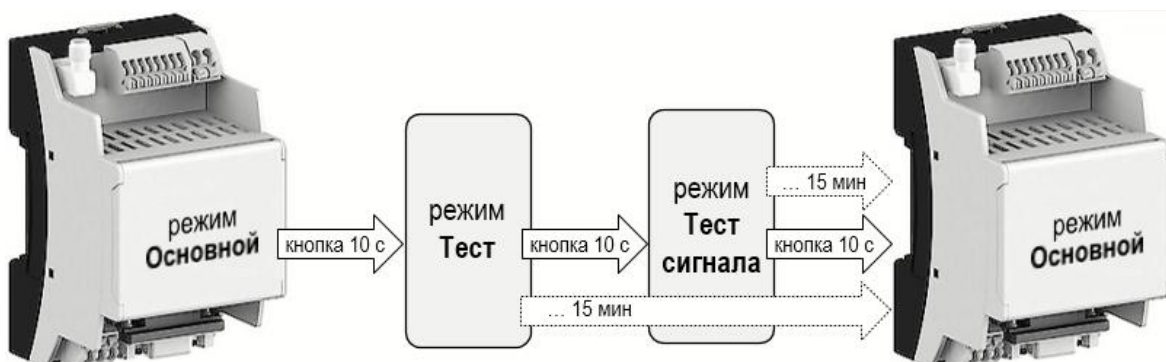

Рис.7. Установка сервисных режимов в адаптере.
1.4.3.8. Порядок действий при установке в адаптере *сервисных режимов Тест и Тест сигнала* показан на рис.7.